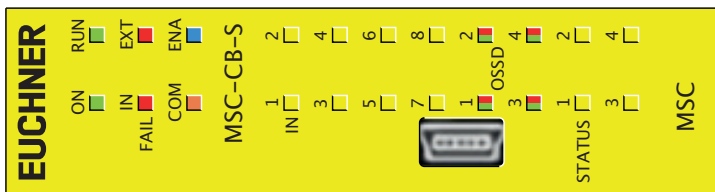

Bild 29:
8.4.2. Basismodul MSC-CB-S (Bild 29)